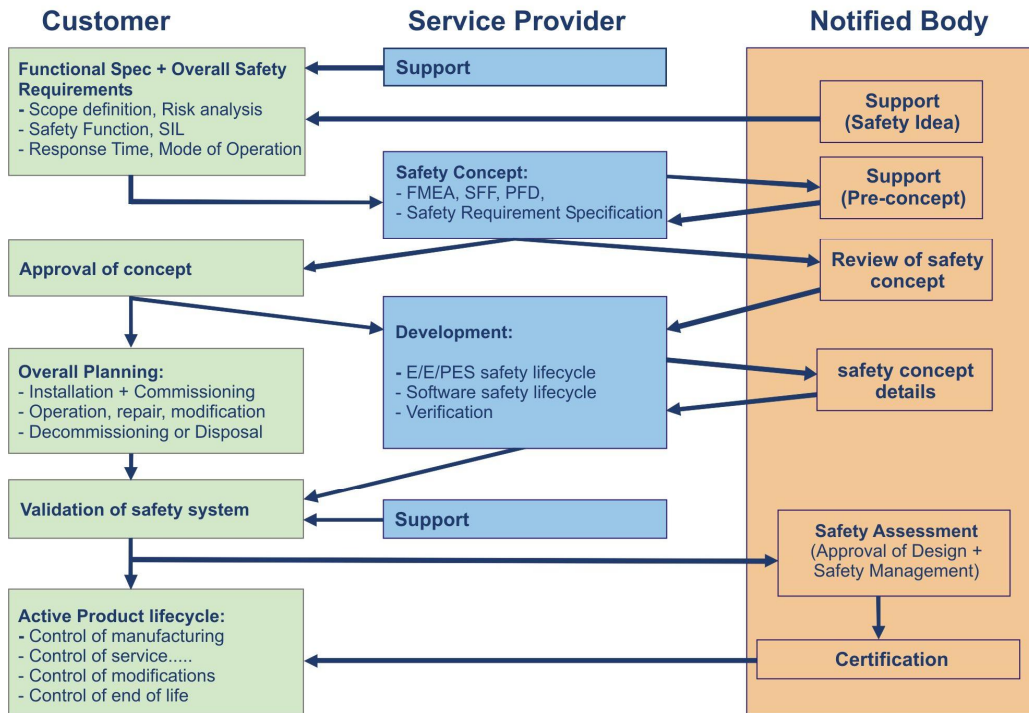

Bild 1: Zusammenarbeit Kunde – MESCO - Tüv
- Schritt 1b: Functional Safety Grundlagen-seminar (Management mit ins Boot nehmen) (*Bild 1*)